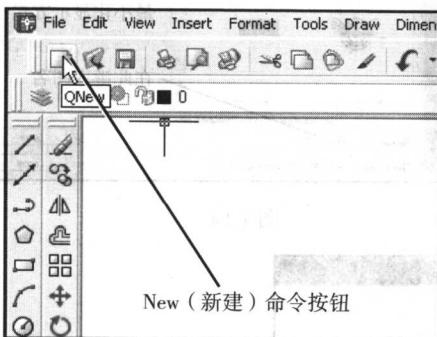

图 1.10
1. 在 Standard (标准) 工具条中选择 New (新建) 按钮 (如图 1.10 所示)。